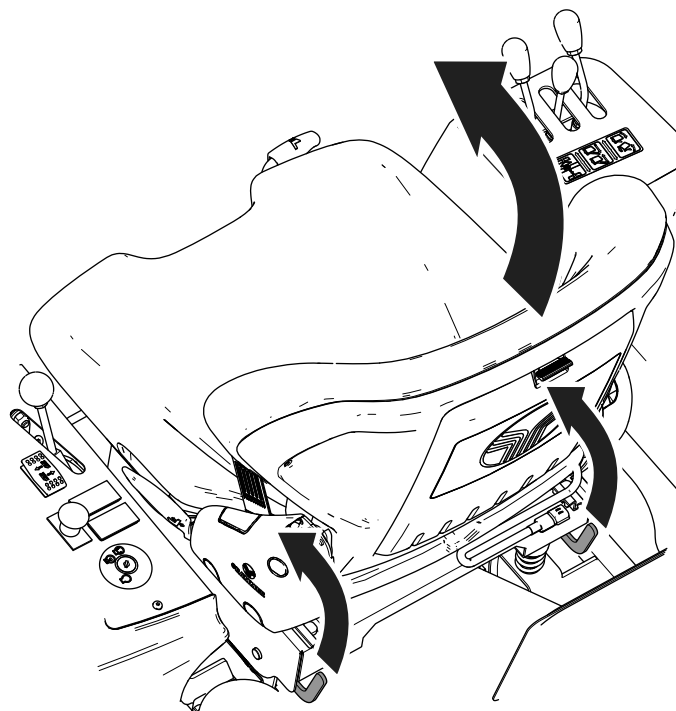

図 21
5. 運転席を前に倒す 図 21。
4. 運転席を前に倒す 図 21。
座席チルトレバー 図 21 を引き上げて座席を前に倒します。